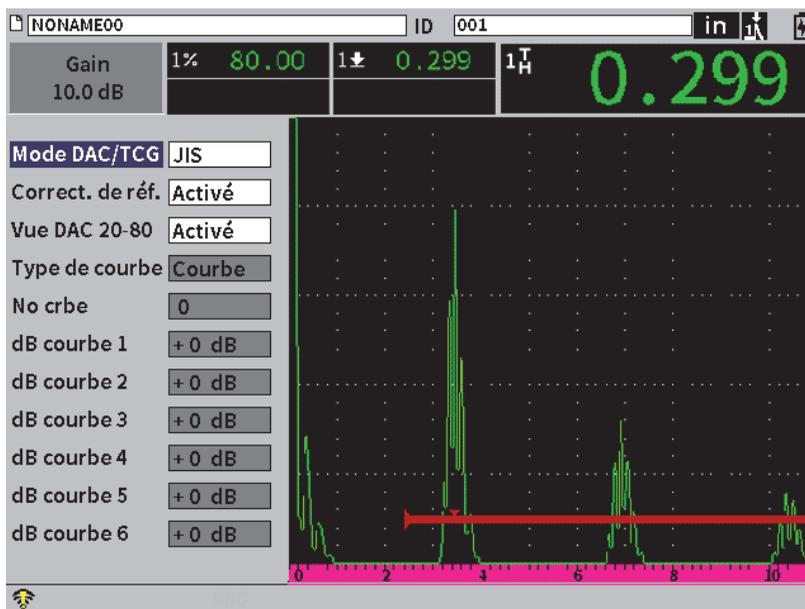

Figure 11-15 Mode JIS
2. Dans la boîte de dialogue DAC/TCG, tournez la molette pour régler le **Mode DAC/TCG** à **JIS** (voir Figure 11-15 à la page 194).